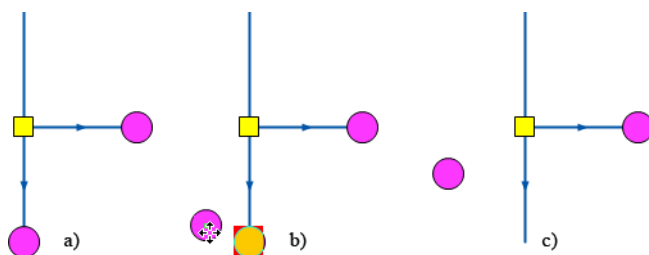

Рисунок 6.2. Перемещение объекта с отрывом от сети
4. Нажать левую клавишу мыши и, не отпуская ее, начать перемещение. (смотрите Рисунок 6.2, «Перемещение объекта с отрывом от сети» b). После начала перемещения клавишу Shift можно отпустить.
6. Отпустить левую клавишу мыши, для завершения перемещения. (смотрите Рисунок 6.2, «Перемещение объекта с отрывом от сети» c).